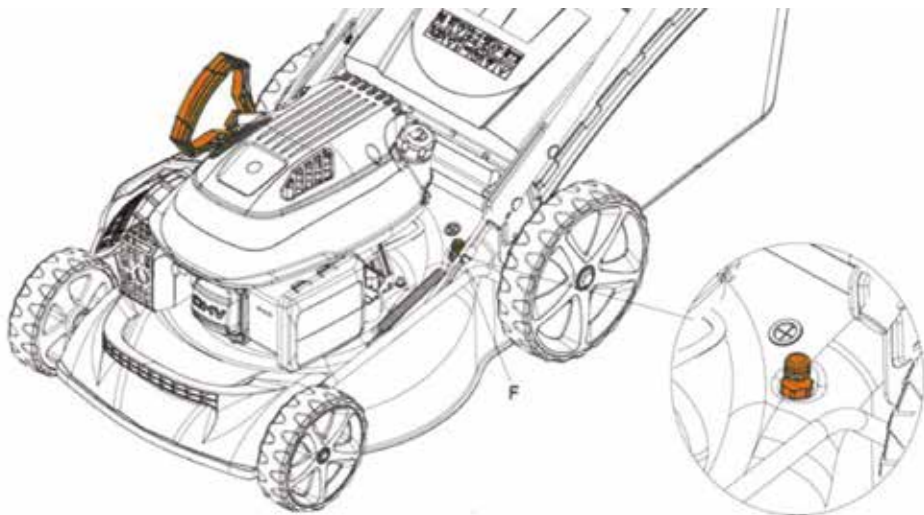

Рис. 16
Разъем для подключения подачи воды для очистки деки (F) (Рис. 16)